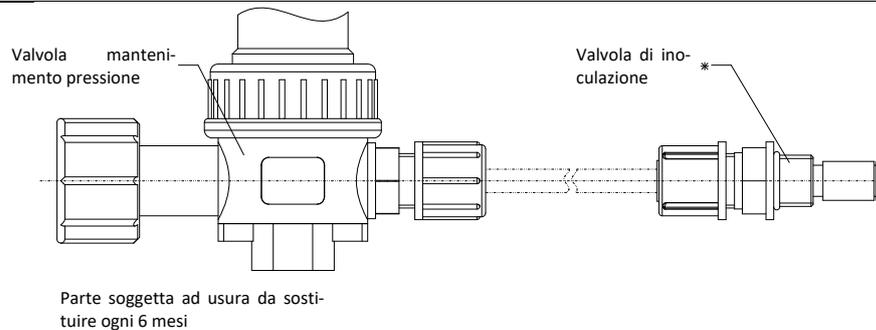

Fig. 1: Collegamento dell'impianto di dosaggio DM-B
- La linea di dosaggio al punto di dosaggio deve essere installata saldamente e senza piegature. La tubatura per dosatura deve essere il più breve possibile. Il montaggio della tubatura per dosatura è riportato in Fig. 1.